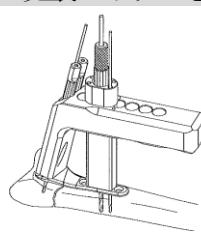

図12
- 12) ドリルスリーブをガイドに、2.0ドリルにてイメージ下でドリル先端位置を確認しながら、ドリル先端が背側皮質から2mm程度突出するまで穴あけを行います。(図12)